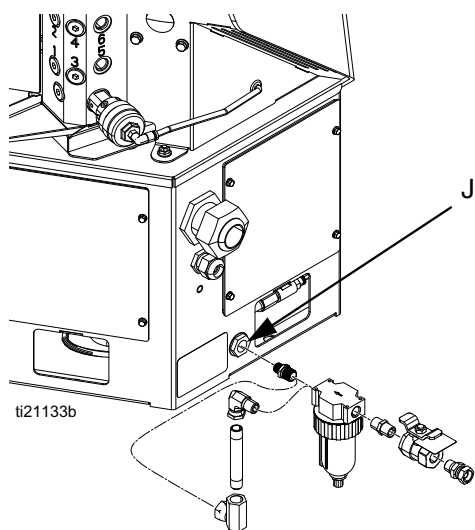

FIG. 10
9. Installare la valvola a sfera di spurgo di ingresso dell'aria fornita e il kit filtro dell'aria (n. parte Graco 24R707) al sistema di ingresso dell'aria femmina 1/4 NPT (J). Vedere FIG. 10.